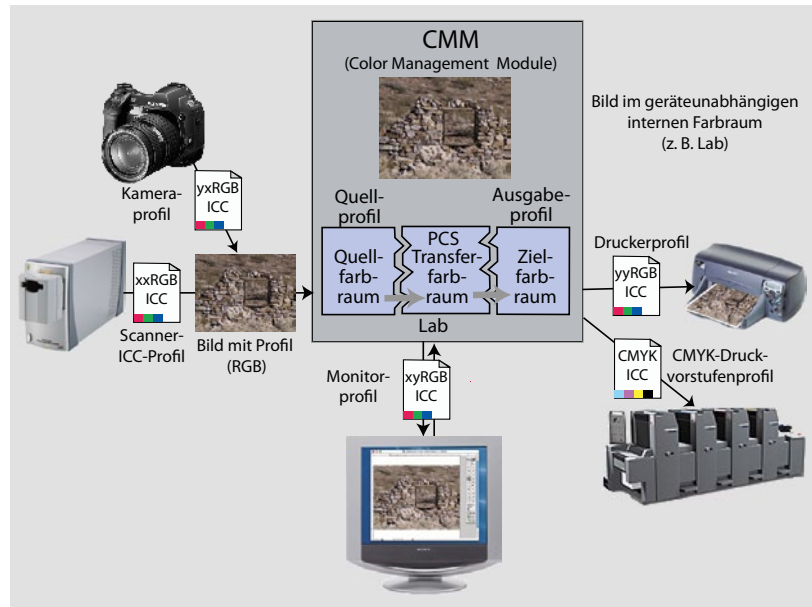

Abb. 3-5:
1. Zunächst transformiert das CMM die Farben vom (zumeist) geräte-abhängigen Quellfarbraum mithilfe des Quell-ICC-Profiles in den geräte-unabhängigen Lab-Farbraum. Dieser Zwischenfarbraum wird als *Transferfarbraum* oder *Profile Connection Space* (kurz PCS) bezeichnet (siehe auch Abb. 3-5).